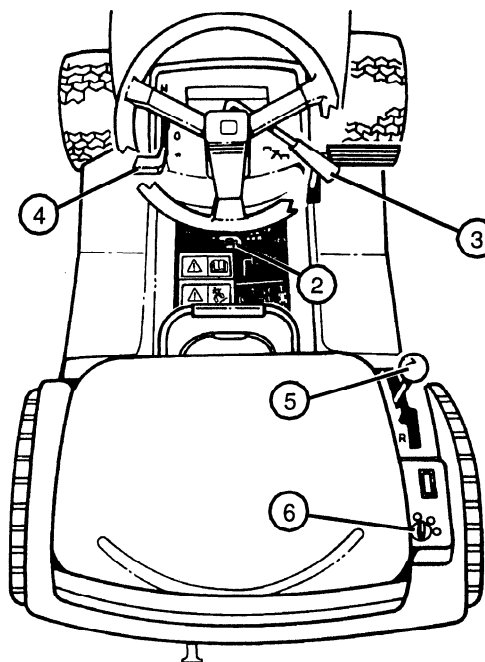

ABBILDUNG 17
- Schalthebel (5) in Neutralposition (N) bringen (siehe Abbildung 17).
- PTO-Antriebshebel (3) nach hinten in die Position AUS schieben.
- Feststellbremse (2) verriegeln.
- Gashebel (4) nach hinten in die Position "Standgas" bewegen. Motor einige Sekunden mit Standgas laufen lassen.
- Zündschlüssel (6) in die Position AUS drehen.